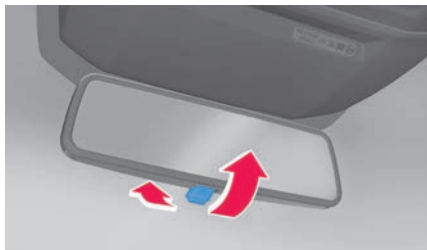

Abb. 69 An der Frontscheibe: Manuell abblendbarer Innenspiegel.
1. Zum Abblenden Hebel nach hinten ziehen → **Abb. 69**.